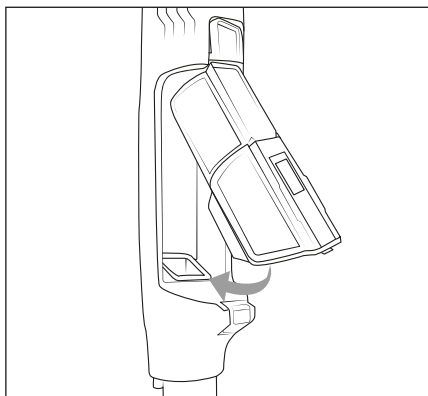

Fig. 21
- 8) Inserire nell'apparecchio prima il contenitore del filtro HEPA **5** e poi il contenitore della polvere **7** (vedere fig. 21). Assicurarsi che il contenitore della polvere **7** si innesti in modo udibile nell'apparecchio.